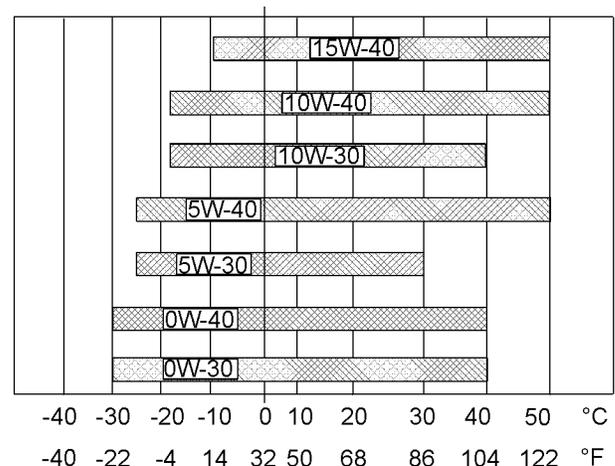

图 73
请参阅图 73 (最低温度) 以确定发动机冷起动时所需要的机油粘度。
请参阅图 73 (最高温度) 以选择发动机在预期的最高环境温度下运行时所需要的机油粘度。
- 请参阅适用的“机油粘度”。为找到适合您的发动机的机油粘度等级，请参阅图73。